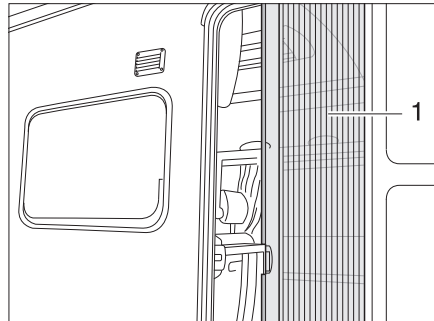

Bild 25 Insektenschutz
**Öffnen:** ■ Insektenschutz an dem Griff (Bild 25,1) ganz herausziehen.
**Schließen:** ■ Insektenschutz an dem Griff (Bild 25,1) zurückschieben.